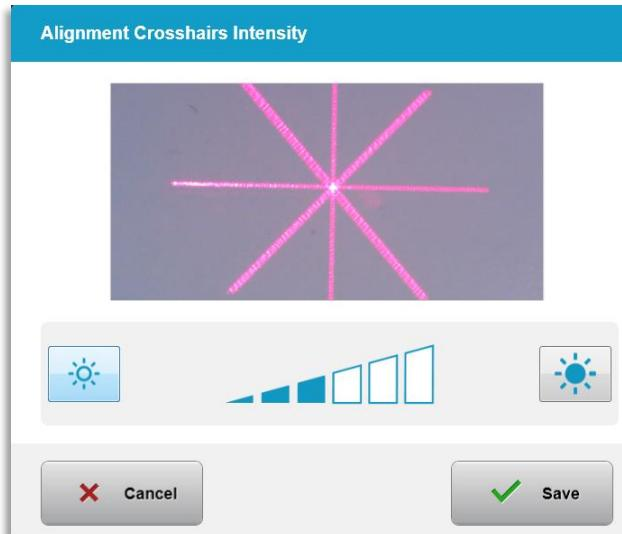

Bild 3-55. Intensitet vid inpassning av sikten
- Välj ”Intensitet vid inpassning av sikten” (Alignment Crosshairs Intensity) från menyn Systeminställningar (System Settings) för att ändra ljusstyrkan för inpassningssiktena. Skärmen som visas på bild 3-55 kommer att visas.